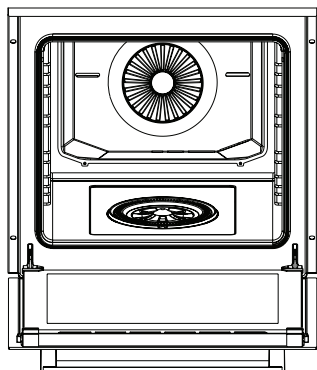
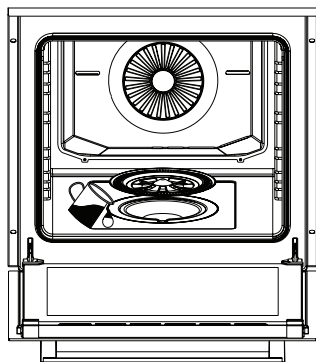
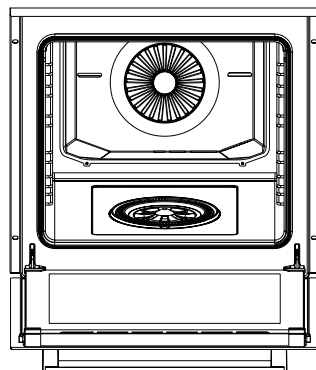

Figure 21
Figure 22
Figure 23
2. Ouvrez le couvercle de l'appareil (Voir figure 21). Retirez le couvercle du réservoir d'eau et remplissez le réservoir (Voir figure 22). Refermez ensuite le couvercle du réservoir d'eau (Voir figure 23). Fermez le couvercle de l'appareil et préchauffez-le pendant 10 minutes. Après le préchauffage, vous pouvez placer les aliments dans l'appareil.